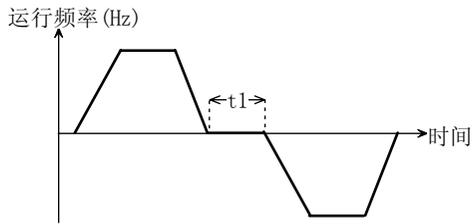

图 5-2-2 正反转切换时间
- ◆ 变频器由正向运转过渡到反向运转，或者由反向运转过渡到正向运转的过程中，在输出零频处等待的过渡时间，如图 5-2-2 中所示的  $t_1$ 。